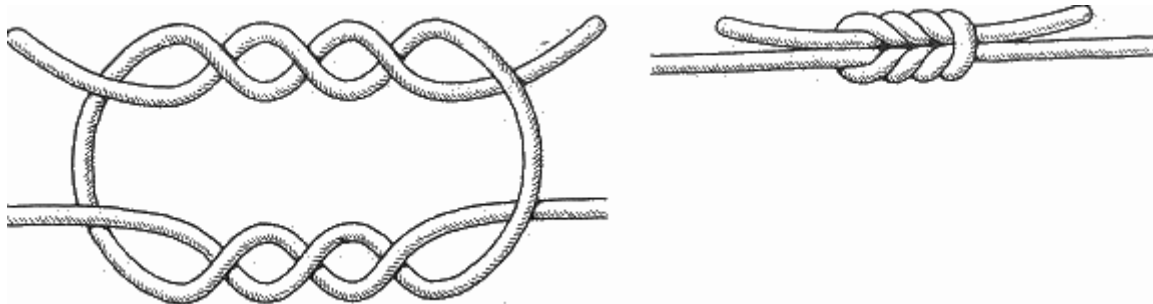

Рис. 28. Академический узел
**Академический узел** (рис. 28). Он очень схож с хирургическим узлом, отличаясь лишь тем, что вместо одного второго полуузла он имеет их два. От своего, если можно сказать, прародителя — прямого узла он отличается тем, что ходовой конец троса обносят вокруг ходового конца другого троса дважды, после чего ходовые концы ведут навстречу друг другу и снова обносят их дважды. Иными словами, внизу два полуузла и вверху два полуузла, но завязанных в противоположную сторону. Это дает академическому узлу преимущество в том, что при большой нагрузке на трос он не так сильно затягивается, как прямой узел, и его легче развязать обычным способом.